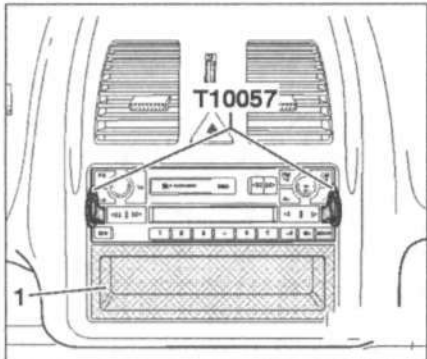

Рис. 13.64. Вставьте приспособления T10057 в пазы в магнитоле, снимите ее и отсоедините разъемы проводки от магнитолы. Извлеките полку 1.
17. Вставьте приспособления T10057 в пазы в магнитоле, снимите ее и отсоедините разъемы проводки от магнитолы (рис. 13.64). Извлеките полку 1.